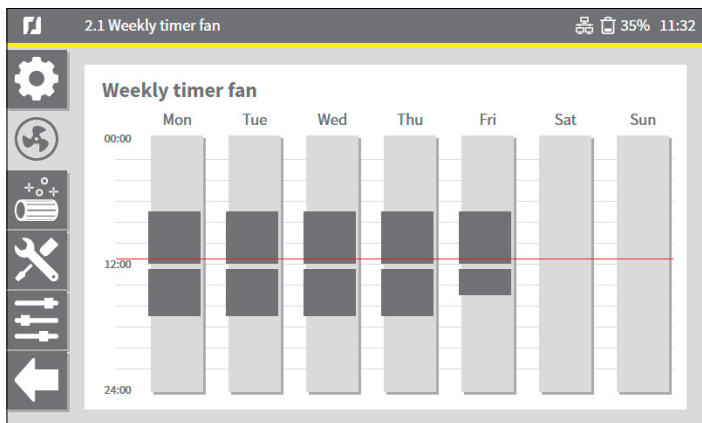

Fig. 4.3 Veckotimer inställning (exempel)
Fig. 4.3 visar en grafisk vy över en veckotimer inställning och visar manöverblock för morgonen och för eftermiddagen, inklusive lunch och paus. För fredag (-ar) är annorlunda inställningar gjorda.
- Välj det vertikala fältet Mon (Måndag)6, som fungerar som en knapp (hänvisar till Fig. 4.3).